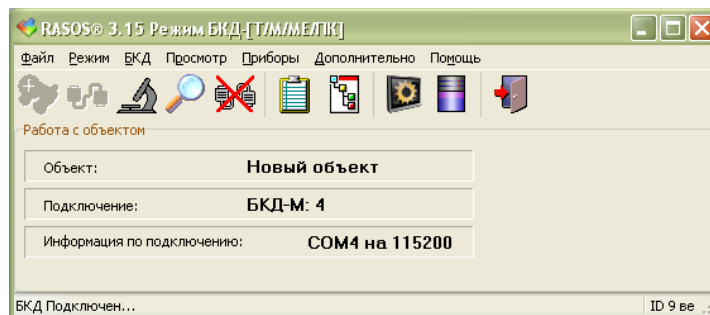

Рисунок 9 - USB-RM подключен
4) Выбрать команду «Поиск устройств» (рисунок 9).